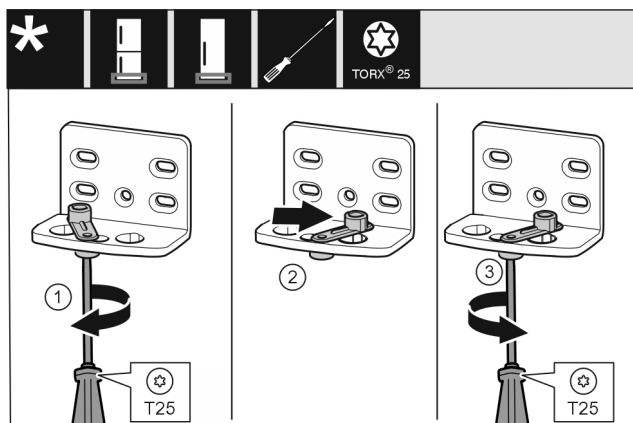

Fig. 11
- ▶ Tekerje lazára a csavart a T25 csavarhúzóval. Fig. 11 (1)
- ▶ Emelje meg az ajtó záródását segítő egységet, és 90°-kal jobbra forgatva helyezze a furatba. Fig. 11 (2)
- ▶ Húzza meg a csavart a T25 csavarhúzóval. Fig. 11 (3)